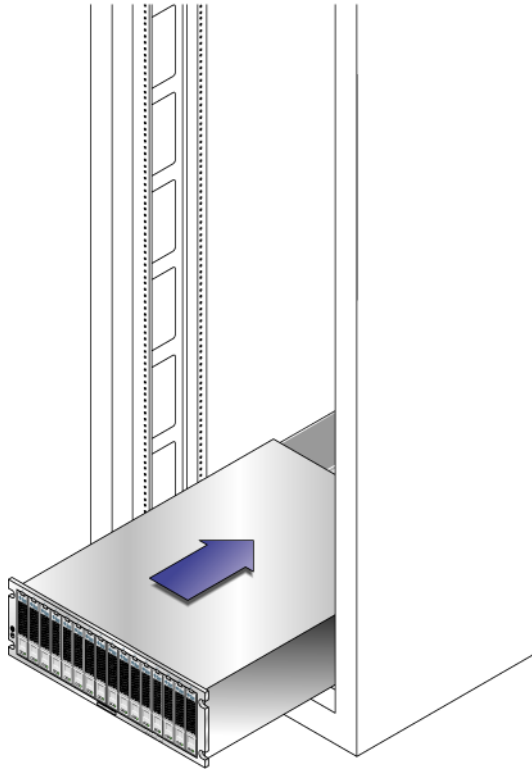

FIGURE 2-31 Glissement du plateau dans l'armoire
2. Faites glisser doucement le plateau dans l'armoire jusqu'à ce que les bords avant du plateau touchent la face verticale de l'armoire (voir FIGURE 2-31).